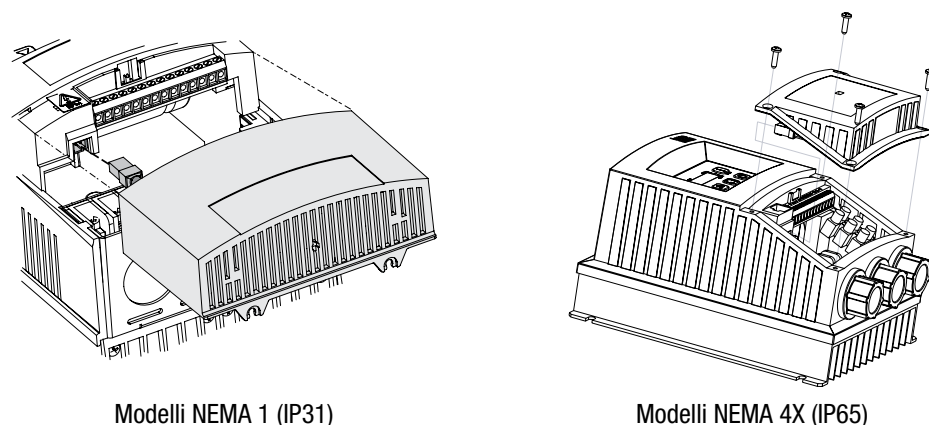

Figura 3: Rimontaggio del coperchio della morsetteria
4. Riallineare il coperchio alla morsetteria per il rimontaggio, collegare il connettore ombelicale del modulo all'azionamento, chiudere il coperchio e fissarlo saldamente come illustrato nella Figura 3.